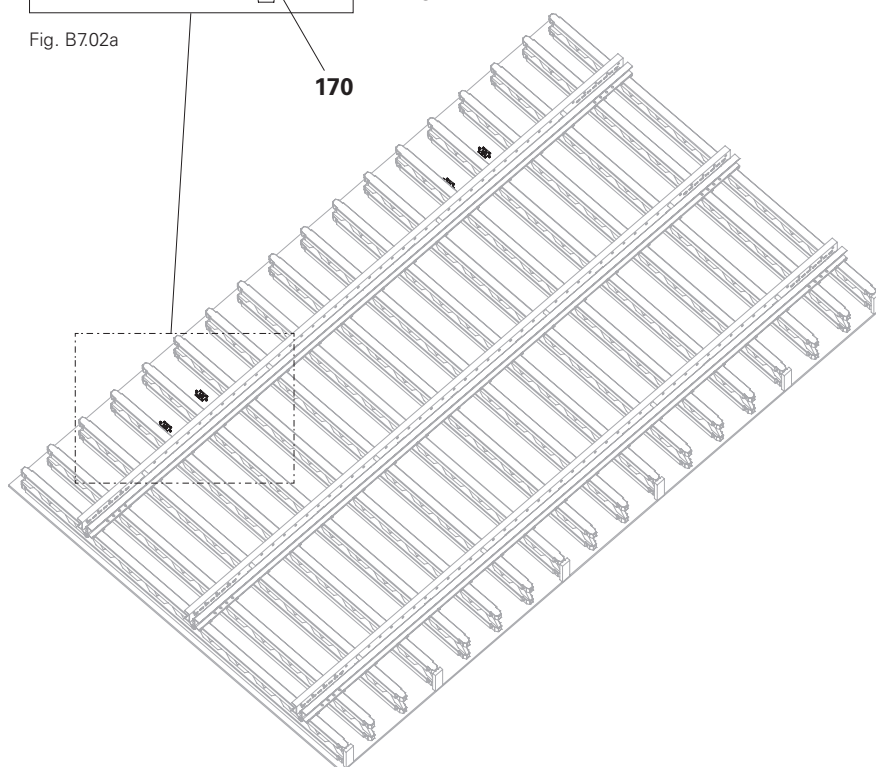

Fig. B7.02
7. Ruotare l'unità cassaforma e posizionarla sul manto di cassaforma. Sostenere l'unità cassaforma in modo che le piastre di predisposizione (176) siano liberamente accessibili.
8. Per un montaggio preciso della piastra di posizionamento ancoraggio M30 (173), trattenere il cono di ripresa-2 M30/DW 20 (170) contro la piastra di predisposizione ACS 399 (176).
9. Avvitare il cono di ripresa-2 M30/DW 20 (170) dal lato opposto con la vite di posizionamento M30 (175) e la piastra di posizionamento ancoraggio M30 (173).
10. Allineare la piastra di posizionamento ancoraggio M30 (173) e avvitare al manto con una vite per legno 6 x 20 (174).
11. Rimuovere il cono di ripresa-2 M30/DW 20 (170) e la vite di posizionamento M30 (175).
- (Fig. B7.02 + B7.02a)